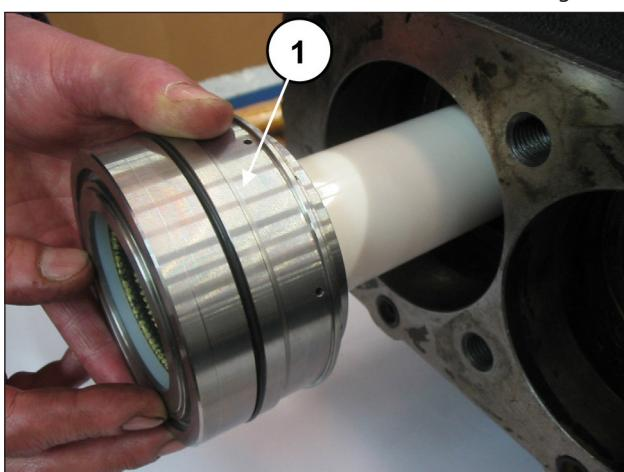

Fig. 180
Placer le joint torique dans le carter de pompe (rep. ①, Fig. 179) puis le dispositif de blocage chemise-support de joint (avec le même joint torique) préalablement assemblé et les pousser à fond (rep. ①, Fig. 180).